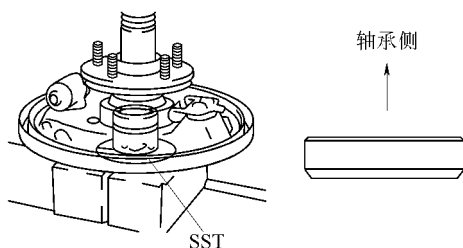

图 14-127 将后桥轴装入后板
(2) 将后桥轴装入后板。将后板轴承护圈安放到后桥轴上，用变速器和分动器轴承拆卸工具和压床将后桥轴压入后板，如图 14-127 所示。